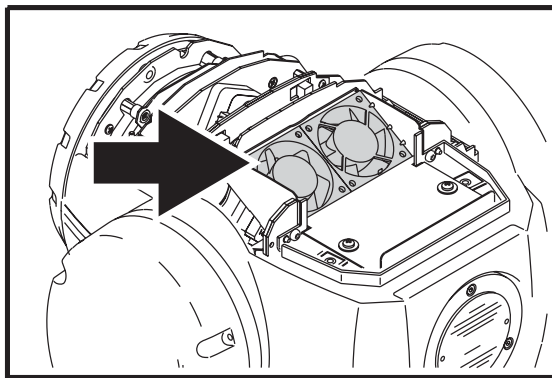

Bild 10: Kopflüfter
- 6 Reinigen Sie beide Lüfter und Lüftungsgitter im Kopf (siehe Bild 10) mit einem Pinsel und einem Staubsauger.